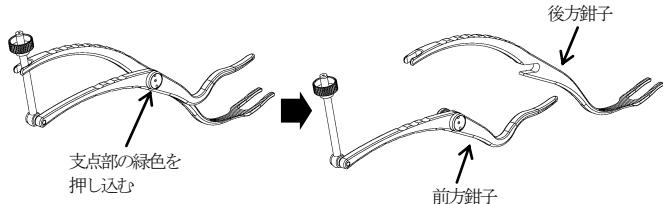

図4
- 1) 鉗子の支点部緑色の部分を押し込みながら、鉗子を互いにスライドさせ、鉗子を分離します。先端が二股形状の物が後方鉗子、もう一方が前方鉗子となります。(図4)